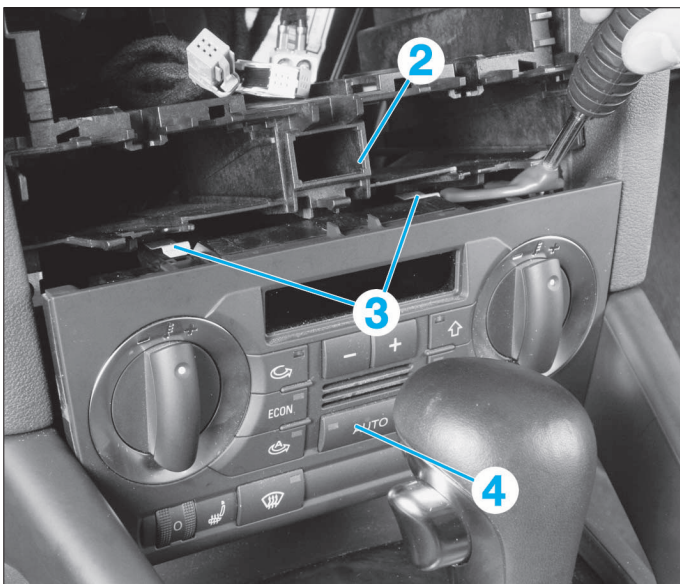

FIG. 8
- Soulever légèrement le profil (2) afin de déverrouiller les agrafes (3) du tableau de commande (Fig.8).